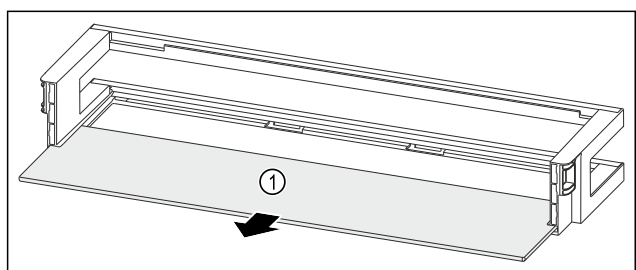

Fig. 235 Dveřní přihrádka s odkládací plochou
- ▶ Odkládací plochu Fig. 235 (1) odeberte.